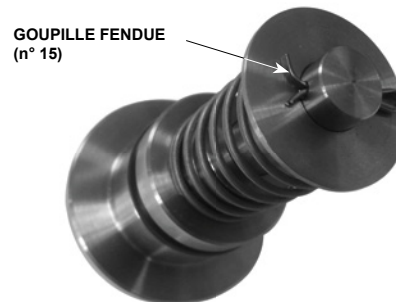

Figure 6. Pliage approprié de la goupille fendue (n° 15)
Réglez la consigne du détendeur en fonction de votre application. Pour un détendeur à ressort, les valeurs de consigne seront comprises dans les plages de ressort indiquées dans le tableau 3. Procédez comme indiqué ci-dessous pour régler la pression (les numéros font référence aux Figures 6 et 7) :
7. Installez l'ensemble clapet (n° 13) et fixez-le à l'aide de la goupille fendue (n° 15). Pliez la goupille fendue à l'aide d'une pince ou d'un outil équivalent (voir la Figure 6).